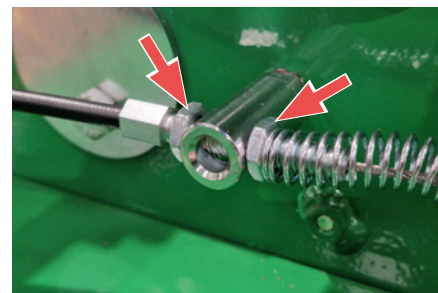
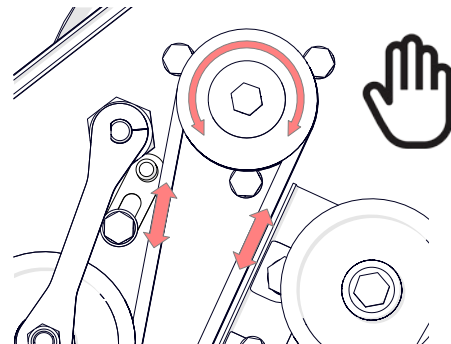

Abb. 16F – Spannung durch entsprechendes Anziehen der Muttern einstellen.
Abb. 16G – Korrekte Spannung durch Drehen der Riemenscheibe von Hand prüfen.
- iv. Betätigen Sie den Mähhebel – die Spannrolle greift in die Riemen ein und spannt diese. Stellen Sie die beiden Muttern des Kabels ein, um die Riemen stärker oder schwächer zu spannen (Abb. 16F). Drehen Sie die obere Riemenscheibe (von Hand); die Riemen sollten sich frei bewegen und die untere Riemenscheibe entsprechend mitdrehen (Abb. 16G). Wenn der Mähhebel ausgekuppelt ist, „ruht“ die Spannrolle auf den Riemen und übt keinerlei festen Druck aus (das Drehen der Rolle führt nicht dazu, dass sich der Riemen bewegt).